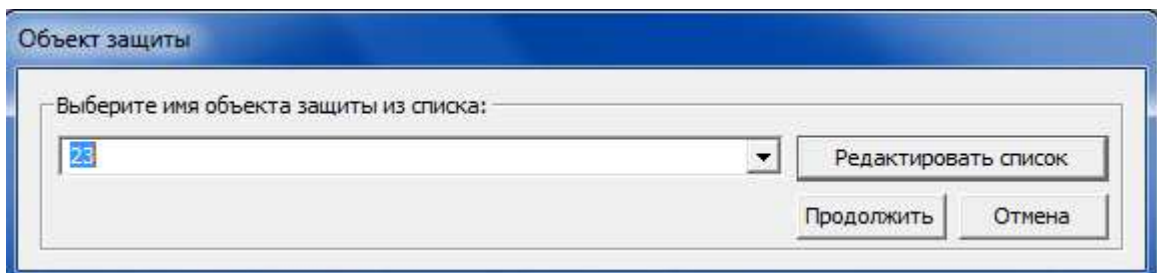

Рисунок 83
3.4.3.5 По нажатию кнопки «Печать» в окне «Определение данных для вывода на печать» открывается окно «Объект защиты» (рисунок 83).